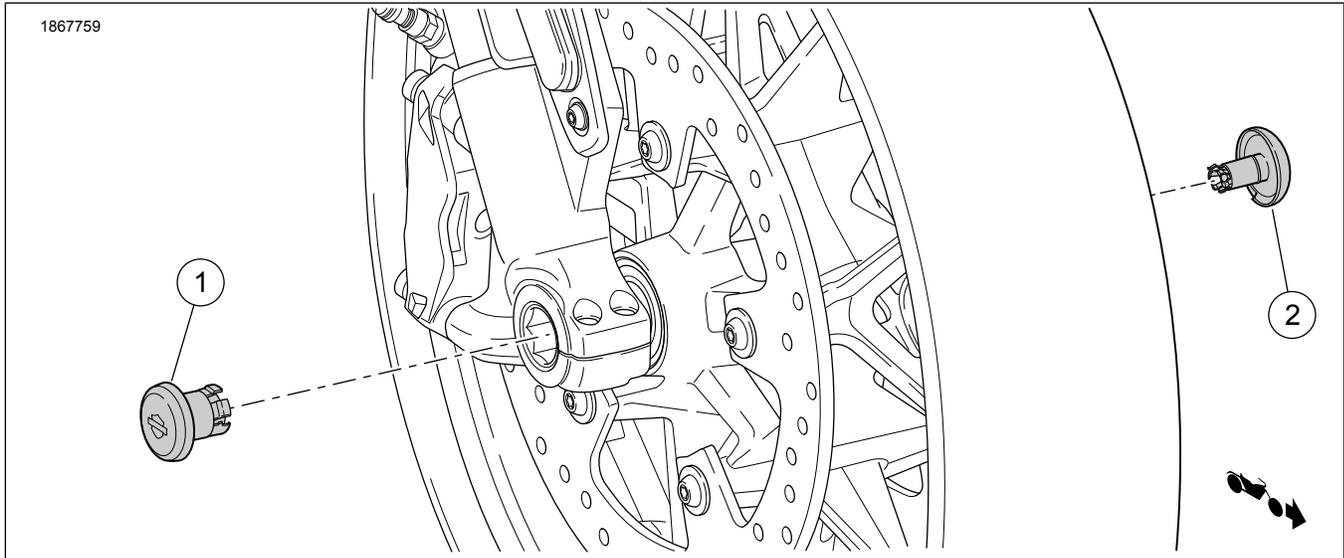

Figure 1. Contenu du kit : Chapeaux d'axe :
2. Voir la figure 1. Installer le couvercle latéral droit (1).
3. Figure 1 Poser le couvercle latéral gauche.